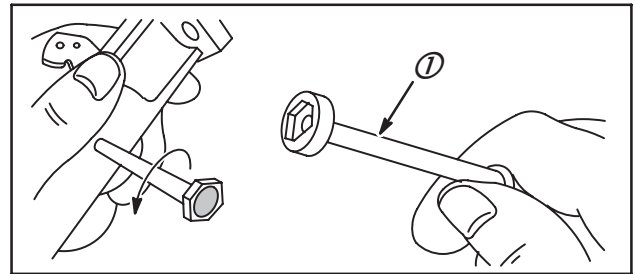

Fig. 69
Les tubes plongeurs d'essence en nylon sont déposés et reposés à l'aide d'une clé 6 pans de 9/16" (1), Fig. 69.
Le tube plongeur d'essence contient une bille clapet et un tamis fin. Pour fonctionner correctement, le tamis doit être propre et la bille doit être libre, Fig. 69. Remplacer le tube d'essence s'il ne peut être parfaitement nettoyé dans un nettoyant pour carburateurs.